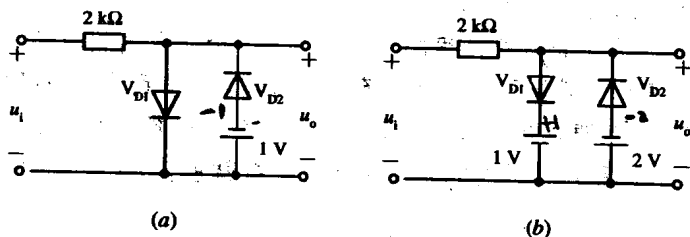

图 1-7 题 15 图
15. 电路如图 1-7 所示, $u_i = 5 \sin \omega t$, 试画出输出电压波形 u_o 。